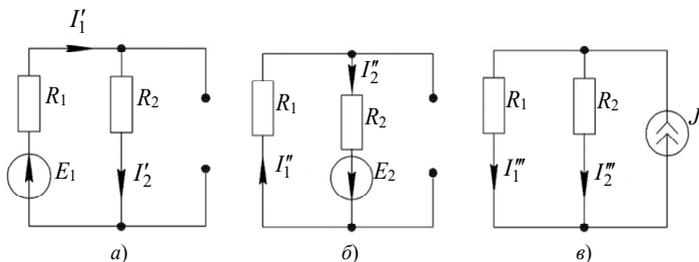

Рис. 21. Расчетные электрические цепи
*Решение.* В расчетной электрической цепи присутствуют три источника энергии. Для применения принципа наложения необходимо рассмотреть три электрические цепи, в каждой из которых действует по одному источнику энергии (рис. 21).
В первой расчетной электрической цепи (рис. 21, а) действует один источник энергии – источник ЭДС  $E_1$ . Рассчитаем частичные токи в ветвях электрической цепи, обусловленные этим источником. Для этого применим закон Ома, тогда величины токов ветвей
Во второй расчетной электрической цепи (рис. 21, б) также действует только один источник ЭДС  $E_1$ . Определим частичные токи в ветвях электрической цепи по закону Ома: